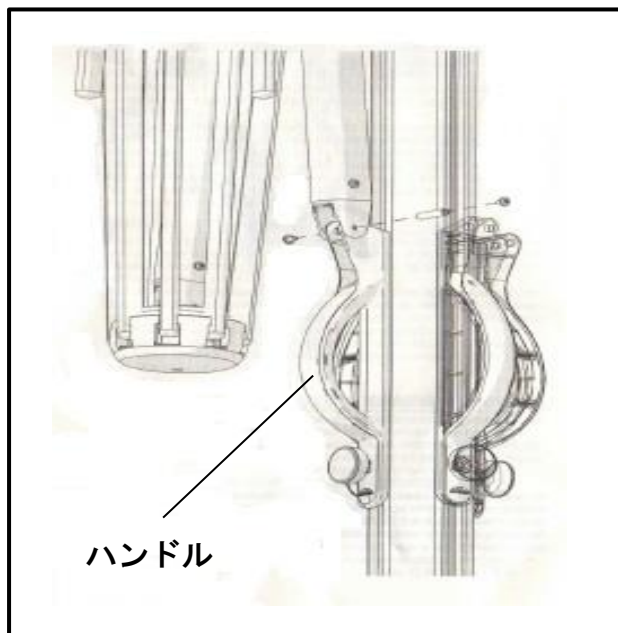

図.6
- ① ハンドルとパラソル下部の位置を合わせて円柱金属ネジ筒 (c) を差し込み、4mm 六角棒レンチ (f) で丸型ネジ (e) を締めて固定します。(図.6)